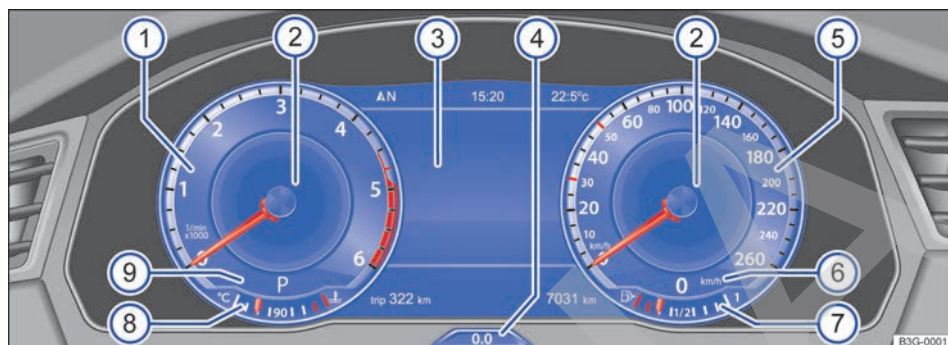

Fig. 17 Active Info Display en el tablero de instrumentos.
Explicaciones sobre los instrumentos → fig. 17:
Mediante la opción de menú **Vistas** de la pantalla del cuadro de instrumentos → pág. 29 se puede elegir entre diferentes perfiles de información sobre temas específicos. En función del perfil de información seleccionado, el Active Info Display muestra información adicional en la parte central de los instrumentos circulares → fig. 17 (2). Se puede elegir entre los siguientes perfiles de información: